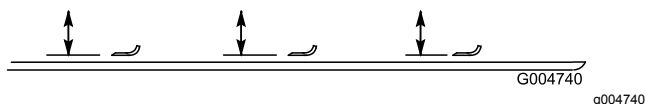

Bild 116
2. Drehen Sie die Messer, bis die Enden nach vorne und hinten zeigen und messen Sie von der Innenseite des Mähwerks bis zur Schnittkante an der Vorderseite des Messers (Bild 116).